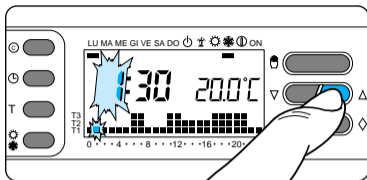

Fig. 20
3.5 - Pulse el botón  o  hasta llegar al valor correcto de la hora (fig. 20).